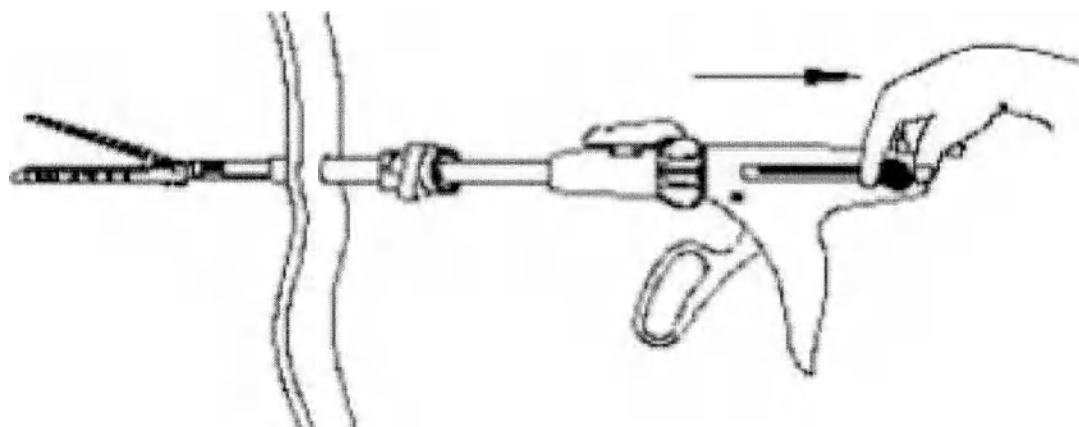

Рисунок 7.
2. Введя степлер в полость тела, откройте губки кассеты, полностью потянув черные ручки возврата назад. (Рисунок 7)